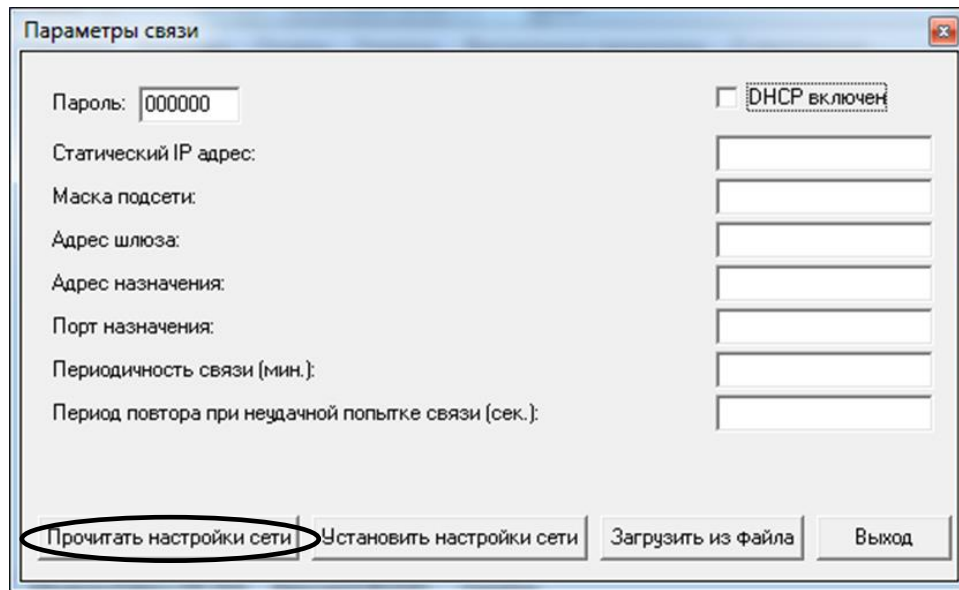

Рисунок 27
6.1.5 У вікні «Параметры связи» натиснути на кнопку «Прочитать настройки сети» (рисунок 27).